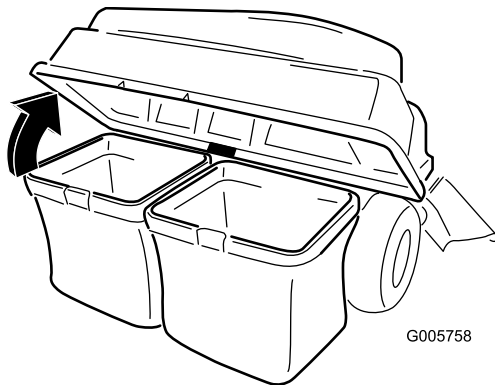

Figura 45
3. Abra (eleve) a parte superior do depósito de recolha de relva (Figura 45).